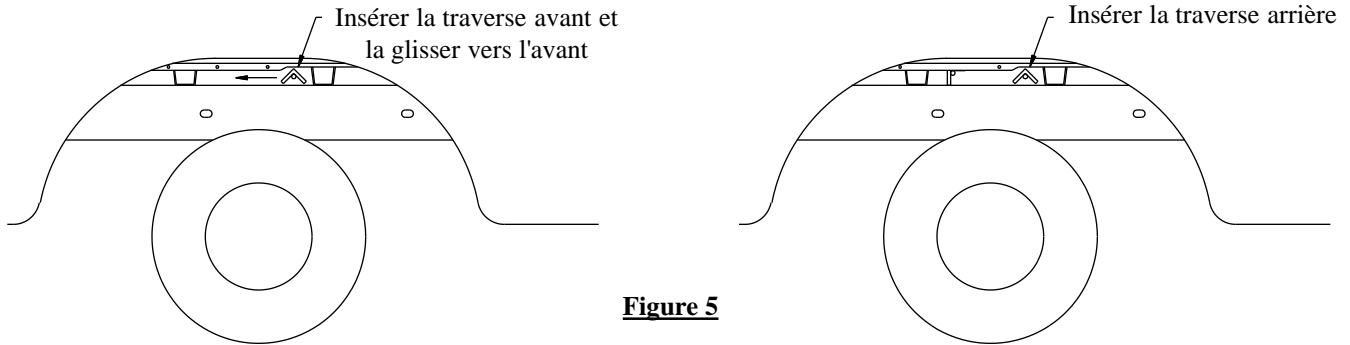

Figure 5
3. Glisser les traverses avant et arrière entre les longerons et la plateforme du véhicule, comme illustré à la Figure 5. La traverse avant est munie de deux (2) trous supplémentaires centrés entre les fentes longues.